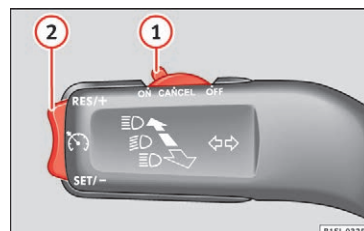

Fig. 34 Knap, kontakt og betjenings-elementer til fartpilot
- Aktivering af fartpilot: Skub kontakten **» Fig. 34 1** til positionen **ON**. Systemet er aktiveret. Da der endnu ikke er gemt nogen hastighed, regulerer systemet ikke endnu.
• Brug af fartpilot: Tryk på knappen » Fig. 34 ② i området SET/-. Den aktuelle hastighed gemmes, og systemet regulerer.
• Midlertidig deaktivering af fartpilots regulering: Tryk kontakten » Fig. 34 ① til positionen CANCEL, eller trød på bremsen. Reguleringen deaktiveres midlertidigt.
• Genoptagelse af fartpilots regulering: Tryk knappen » Fig. 34 ② mod RES/+. Den gemte hastighed gemmes og indstilles på ny.
• Forøgelse af gemt hastighed, mens fartpiloten regulerer: Tryk knappen ② mod RES/+. Bilen accelererer, indtil den nye, gemte hastighed er nået.
• Reducering af gemt hastighed, mens fartpiloten regulerer: Tryk knappen ② mod SET/- for at reducere hastigheden i trin a 1 km/h (1 mph). Hastigheden bliver reduceret, indtil den nye gemte hastighed nås.
• Deaktivering af fartpilot: Skub kontakten » Fig. 34 ① til positionen OFF. Systemet bliver deaktiveret, og den gemte hastighed bliver slettet.